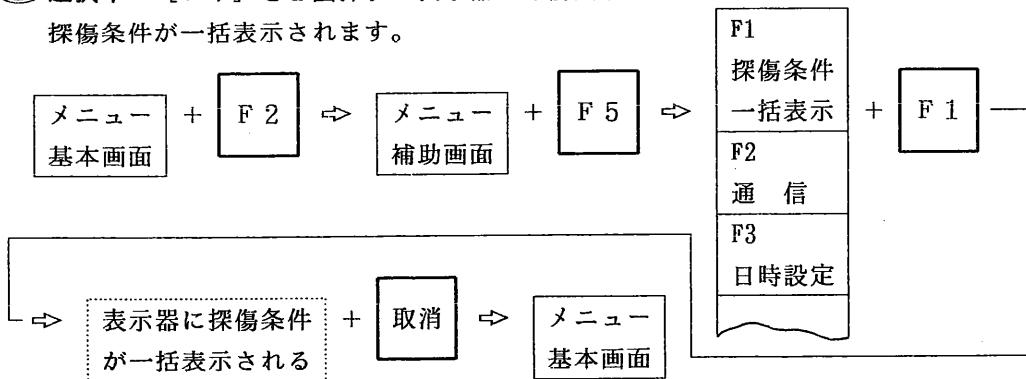

図 6.2.8 全探傷条件の表示と消去方法
[探傷条件を一括表示させる場合の手順] (図 6.2.8参照)
- ① 選択キー [F 2] を1回押すとメニュー補助画面がメニューエリアに表示されます。
- ② 選択キー [F 5] を1回押すとメニューエリアに図 6.2.8に示す選択メニューが表示されます。
- ③ 選択キー [F 1] を1回押すと表示器の探傷図形表示エリアに、現在設定されている探傷条件が一括表示されます。
[探傷条件の一括表示を消去する場合の手順] (図 6.2.8参照)
- ① 表示器に表示されている探傷条件を表示器から消去する時は、図 6.2.8のように取消キーを1回押します。表示器には探傷图形など探傷条件表示の前の图形を表示し、メニュー表示エリアはメニュー基本画面に戻ります。
6. 2. 2 (6) 通 信